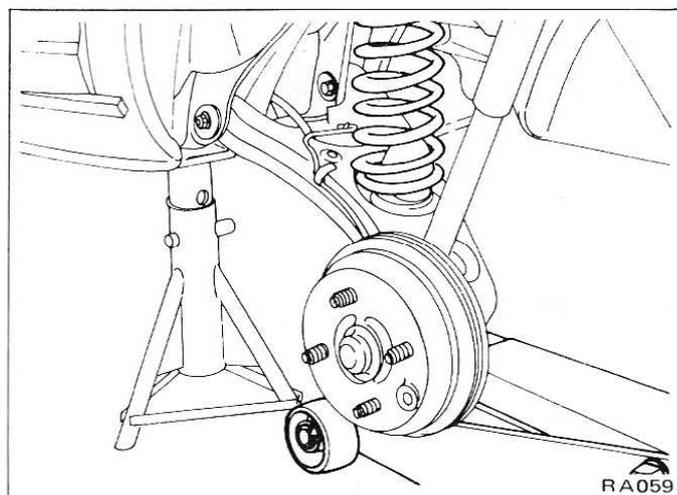

Fig. RA-16 Dépose d'un ressort hélicoïdal
5. Abaisser progressivement le cric. Déposer le ressort et le siège de caoutchouc. Voir figure RA-16.